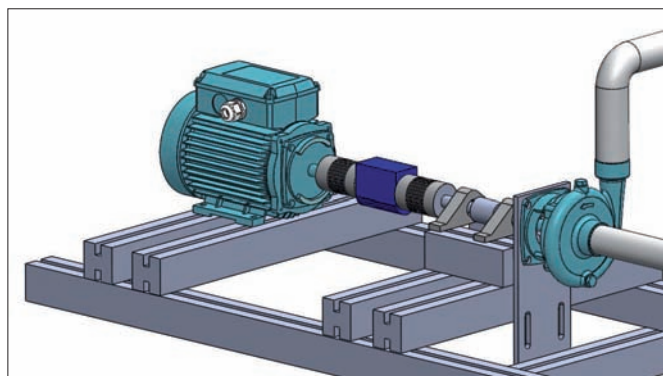

Figura 3 - Schema di montaggio del misuratore di coppia, tra i due componenti motore e pompa
F. Fortini, A. Suman, E. Munari, M. Pinelli - Dipartimento di Ingegneria, Università di Ferrara, via Saragat 1, Ferrara (FE); F. Acquati, Burster Italia, via Cesare Battisti 16, Curno (BG).
questo caso, per il rendimento si dovrebbe assumere un valore ipotetico, secondo nozioni teoriche che potrebbero rivelarsi lontane dalla realtà. Essendo uno strumento di misura avanzato, sono stati esaminati vari prodotti disponibili sul mercato in base al livello tecnico. Lo strumento adeguato, **modello 86-2112R-502**, è stato selezionato avvalendosi anche dell'esperienza ventennale di **Burster Italia** di Curno (BG) relativa a sensori di coppia torcente e dei relativi giunti di accoppiamento. Un'immagine dello strumento e lo schema di montaggio sono presentati nelle ► **figura 2** e ► **figura 3**.